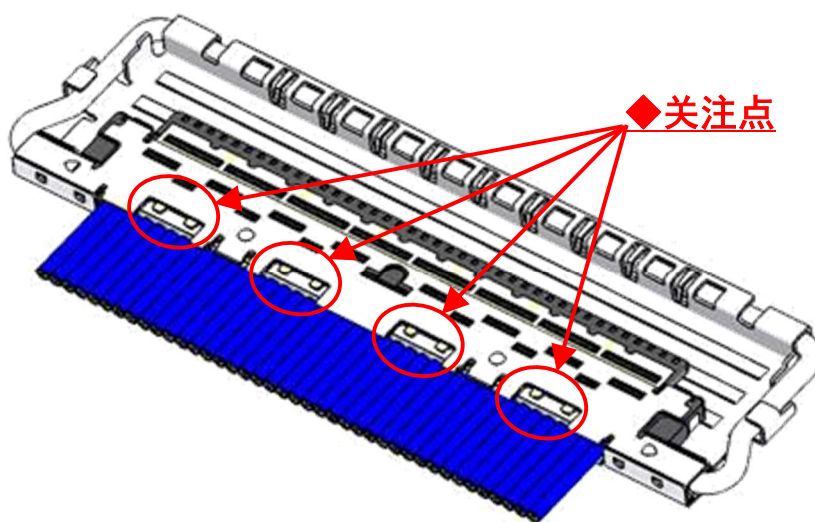

图 11 外壳 B 和接地棒焊接
④推荐将 Shell-A 和 Shell-B 用电烙铁全部焊接。（图 11◆部）